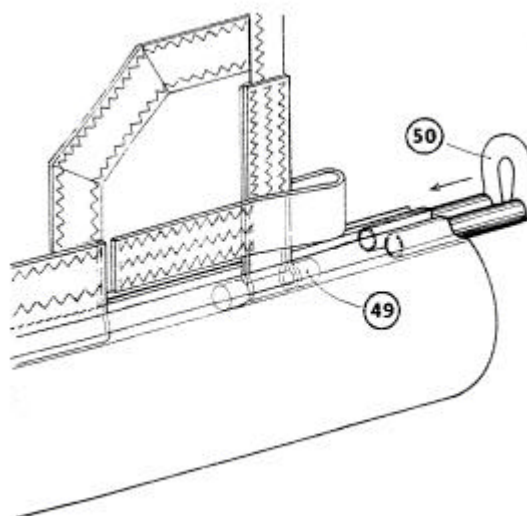

Fig.16
IV 6 - Passer le coulisseau de point d'écoute (49) dans la sangle de point d'écoute (voir Fig.16), et insérer simultanément cette sangle et le coulisseau de point d'écoute (49) dans la gorge bâbord.
IV 8 - Enfiler les 2 « doigts » de l'anneau d'étarquage de bordure (50) à l'extrémité arrière des gorges du mandrin. Voir Fig. 16.